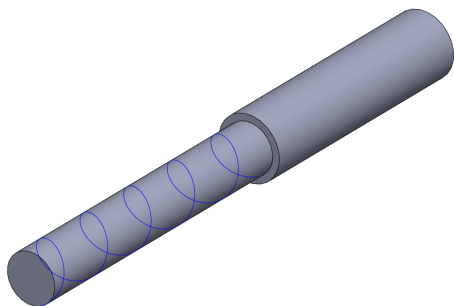

图 7-11 创建螺旋线
(6) 单击【确定】按钮，即可创建螺旋线，效果如图 7-11 示。